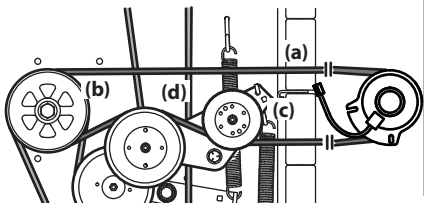

Figure 4-16
- Retirez la courroie de la prise de force (a) du plateau de coupe comme indiqué dans la sous-section Démontage du plateau de coupe. Retirez ensuite la courroie de l'embrayage de la prise de force. Voir Figure 4-16.
- Placez la courroie (a) comme indiqué à la Figure 4-16. Après avoir installé la courroie autour de la poulie de la prise de force (b), insérez un bras de force de 1/2" dans le support de la poulie de tension (c), puis tournez-le vers la droite de l'appareil pour compléter l'installation de la courroie autour de la poulie de tension (d).